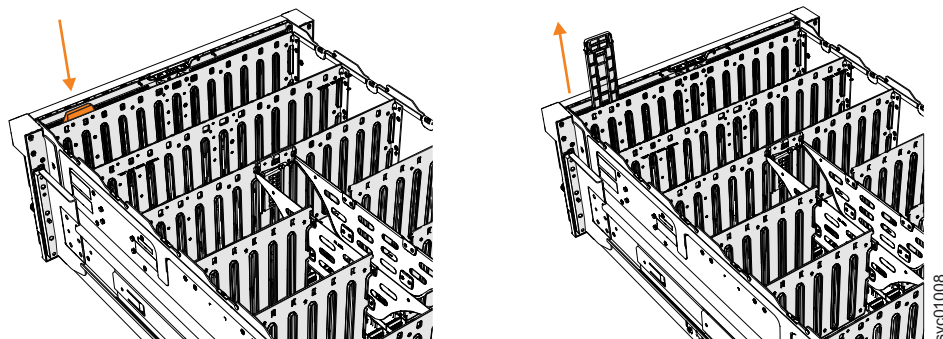

图 106. 卸下显示面板组合件
3. 按下显示面板组合件顶部的松开卡口，如图 106 中所示。